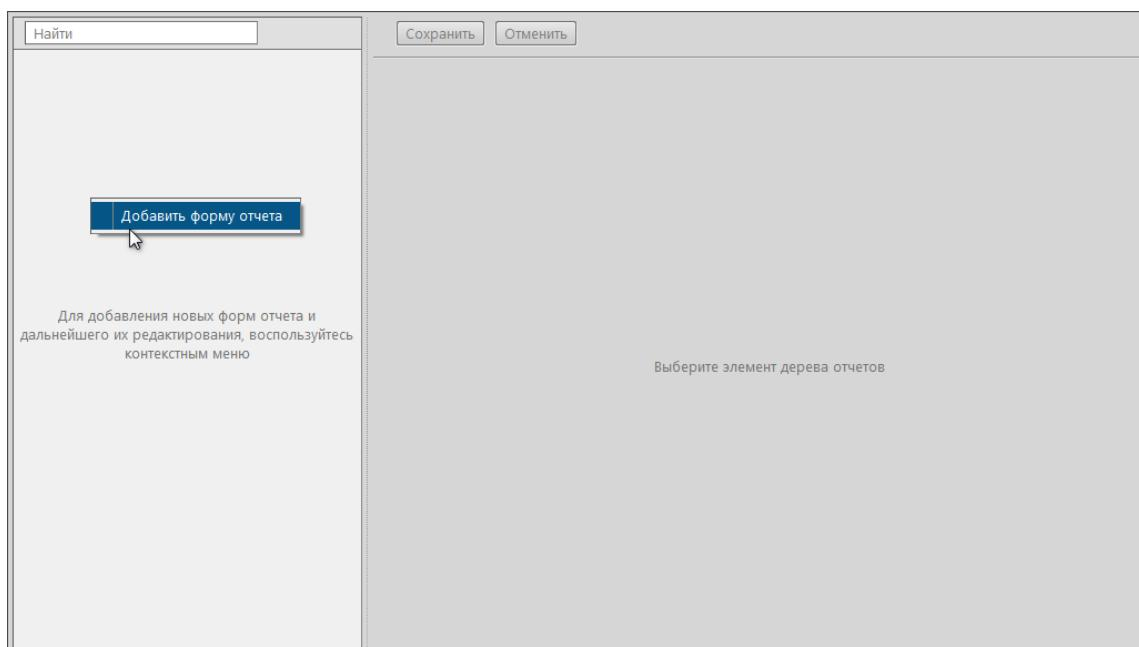

Рисунок 124 - Добавление формы отчета
1. Нажмите **ПКМ** по левому фрейму меню **Отчеты** и выберите **Добавить форму отчета** (Рисунок 124). Появится «Форма отчета N», где N – порядковый номер отчета.